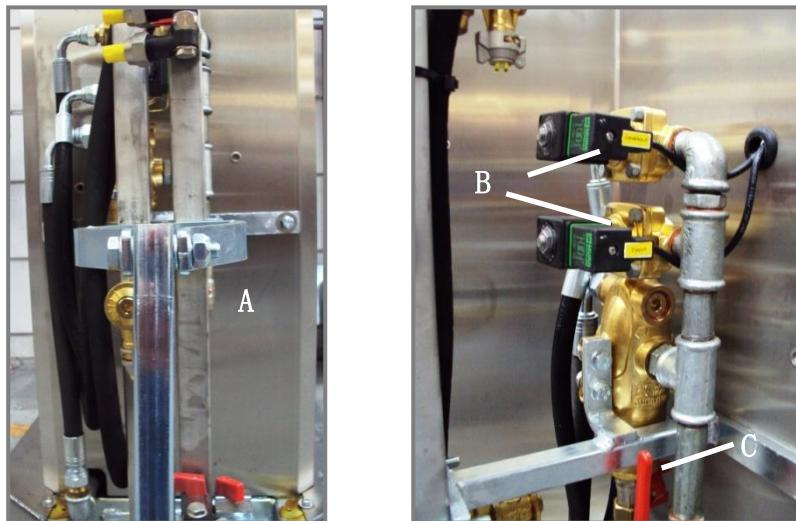

图 7.1：电动阀和软管接头
- 取下 *BeMatic Meto SW* 前侧的不锈钢盖（见图 7.1）
- 将喷杆连接至固定点 (A) 和位于杆上较高位置的另一个固定点
- 将前面和侧面的喷雾软管连接至喷杆的适当供应连接处（见标签 (B)；下阀是侧喷阀，上阀是前喷阀）
- 松动的软管用于以水清理系统 (C)